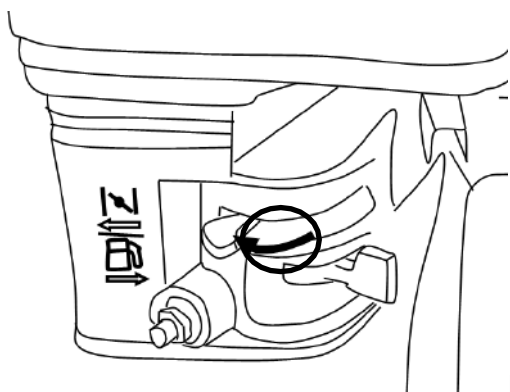

Fig.8
B. Lorsque la machine démarre à froid, placez le levier de starter en position "arrêt"; si le moteur est chaud, le levier de starter doit être en position "marche".(Fig.8)